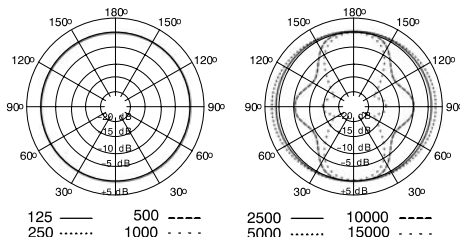

ABBILDUNG 7. TYPISCHE RICHTCHARAKTERISTIK
**Kugelcharakteristik.** Nimmt Schall gleichmäßig aus allen Richtungen auf. Diese Charakteristik eignet sich am besten für die Abnahme von Raumatmosphären und für gleichzeitige Mikrofonaufnahmen mehrerer Schallquellen, wie z. B. ein Ensemble. Bei der Kugelrichtcharakteristik tritt kein Nahbesprechungseffekt auf. Siehe Abbildung 7.